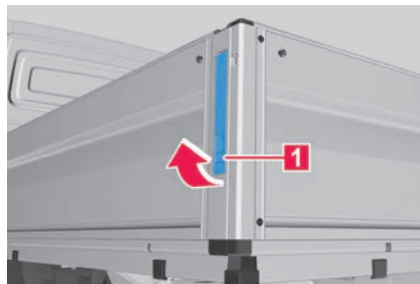

Abb. 142 Außenseite der Ladeklappe: Handgriff zum Öffnen.
1. Federlasche im Handgriff des Öffnungshebels nach unten drücken → **Abb. 142 1**.
2. Öffnungshebel → **Abb. 142 1** kräftig bis zum Anschlag nach unten drücken, bis der Verschluss vollständig und sicher einrastet.